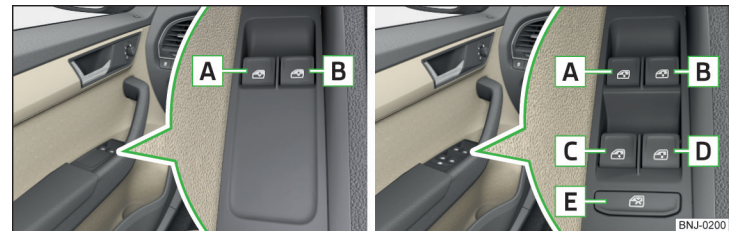

Fig. 45 Tastele macaralelor geamurilor: Varianta 1/varianta 2
În funcție de echipare, de la tastele din portieră se pot opera geamurile din față - **Varianta 1**, respectiv geamurile din spate - **Varianta 2** » fig. 45.
La **Varianta 2** » fig. 45 este posibil să se deschidă complet **geamul șoferului** prin apăsarea scurtă a tastei până la opritor. La o nouă apăsare, sau după tragerea tastei geamul rămâne pe loc.
La **Varianta 2** » **fig. 45** este posibil să se închidă automat complet **geamul șoferului** prin tragerea tastei până la opritor. La o nouă tragere, sau după apăsarea tastei geamul rămâne pe loc.
» Apăsați tasta **[E]** » **fig. 45**.
■ Când se transportă pe bancheta din spate persoane care nu sunt complet independente, de ex. copii, se recomandă să dezactivați pentru siguranță tastele din portierele din spate cu tasta **[E]** » **fig. 45**.
- **Varianta 1** a macaralei electrice a geamului » **fig. 45 la pagina 59 nu dispune de** limitarea forței. Geamurile trebuie închise cu atenție - pericol de accidentare!
- **Geamul pasagerului din față de la Varianta 2** a macaralei electrice a geamului » **fig. 45 la pagina 59 nu dispune de** limitarea forței. Geamul trebuie închis cu atenție - pericol de accidentare!